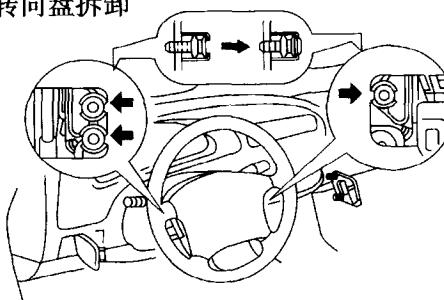

图 1-6 安装气囊的 3 个螺钉
(1) 典型气囊模块和转向盘拆卸
①将点火开关转至锁止位置并使前轮笔直向前。
②拆下蓄电池负极电缆，等待 1 min。
③松开转向盘下安装气囊的 3 个自攻螺钉，见图 1-6 箭头所指处。